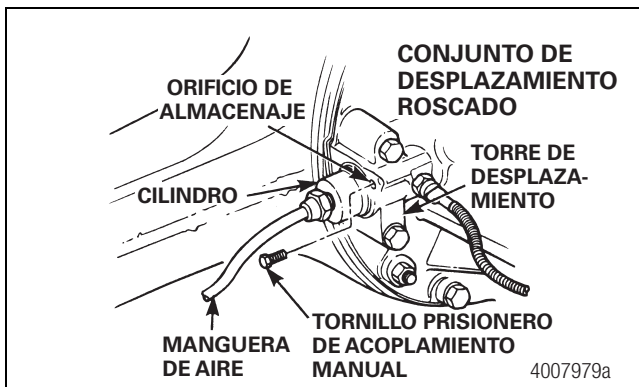

Figura 11.1
- Desconecte la manguera de aire del cilindro de desplazamiento. Figura 11.1.
- Quite el tornillo prisionero de acoplamiento manual del orificio de almacenaje. El orificio de almacenaje de los conjuntos de desplazamiento roscados está ubicado en la torre de desplazamiento del portadiferencial que se encuentra junto al cilindro. Figura 11.1.
- Instale el tornillo prisionero de acoplamiento manual en el orificio de almacenaje. El orificio de almacenaje de los conjuntos roscados de desplazamiento está ubicado en la torre de desplazamiento del portadiferencial que se encuentra junto al cilindro. Apriete el tornillo prisionero hasta alcanzar una torsión de 15 a 25 lbs-pie (20 a 35 N•m). Figura 11.1.